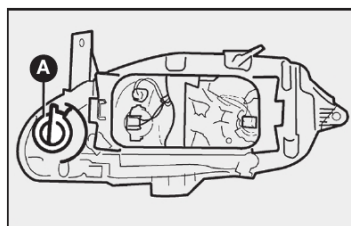

fig. 23
- 1) retirar o porta-lâmpadas **A-fig. 23** girando-o no sentido horário;